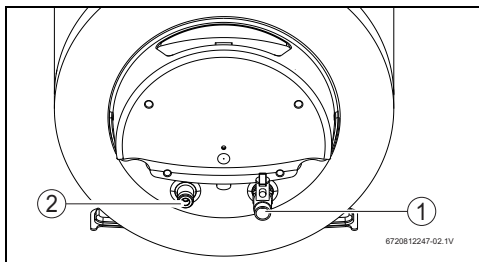

Рис. 8
- ▶ Обозначьте трубы горячей и холодной воды соответствующим образом, чтобы не перепутать их (рис. 8).